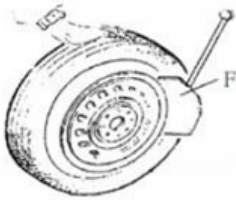

Fig. 5
Asegúrese de evacuar completamente el aire del neumático, coloque el neumático contra el amortiguador de goma (S). Coloque la pala (F) contra el talón, aproximadamente a 10 mm del borde del rin, como se muestra en la Fig. 5. Pise el pedal del rompemuelleres (U) para empujar la pala contra el neumático. Repita esta operación en diferentes posiciones alrededor del neumático y en ambos lados hasta que el talón del neumático esté completamente liberado (Fig. 5).